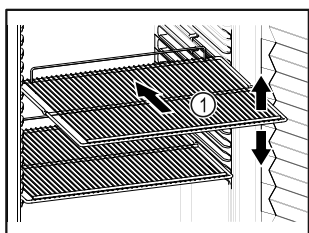

Fig. 88 Ilustratīvs attēlojums
- ❑ Ja novietošanas režģi Fig. 88 (1) ir novirzāmi, pielāgojiet tos pēc augstuma.